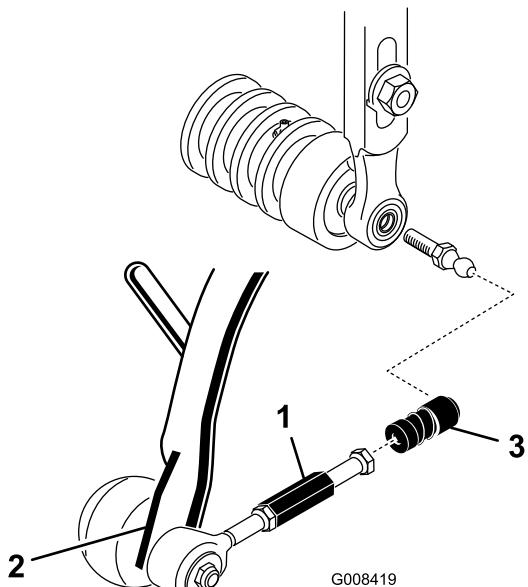

Figura 17
7. Fate scorrere il manicotto su ogni alloggiamento del giunto a sfera e agganciate l'alloggiamento al prigioniero a sfera dell'apparato di taglio (Figura 17).